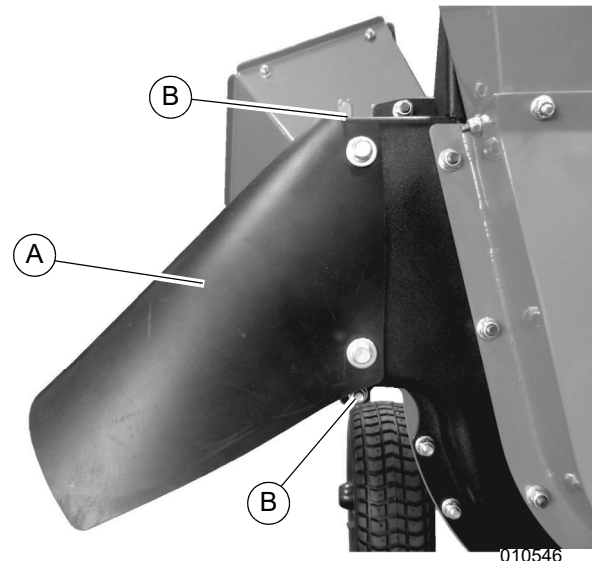

Figure 3-3. Pose du sac collecteur (1 de 2)
1. Voir **Figure 3-3**. Passer le côté ouvert du sac collecteur sur le déflecteur d'éjection en caoutchouc (A) et accrocher le sac collecteur au la collection boîtier métallique sac collecteur sur les pattes du carter métallique (B) au-dessus et en dessous du déflecteur d'éjection.